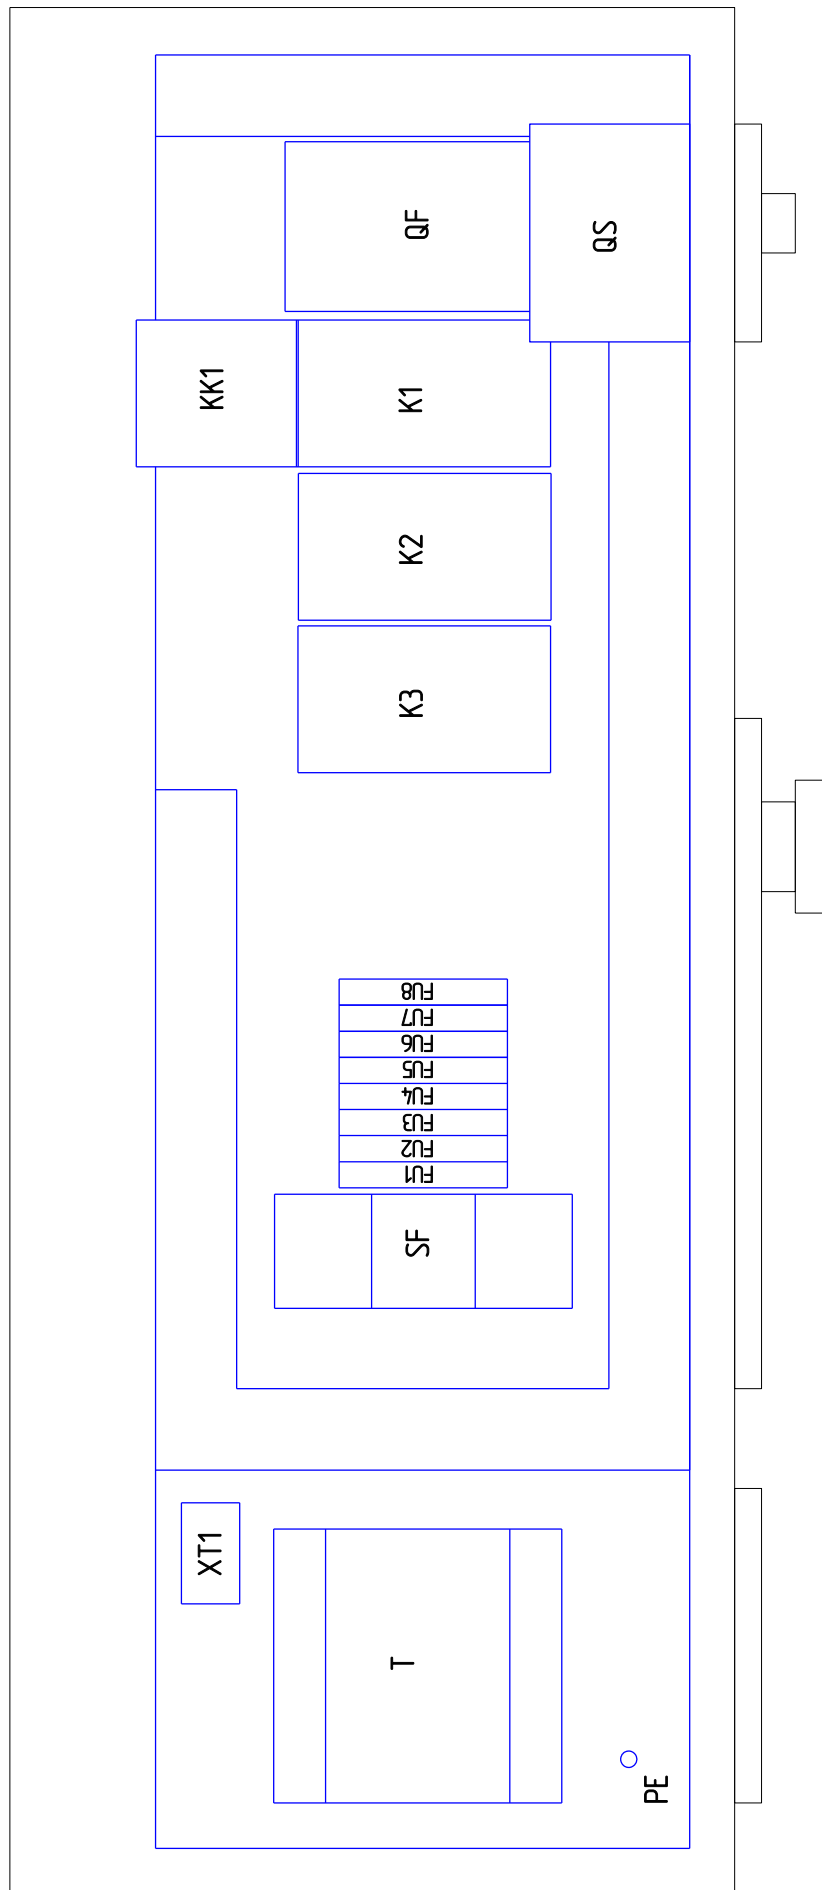

Рисунок 6
В нормальном рабочем режиме потребление воздуха происходит при подключении пневмомагистрали потребителя к крану к1 осушителя (см. рисунок 6). Краны к1 и к2 открыты, кран к3 закрыт.
- 4) Плавкие предохранители FU1- FU8 - (см. рисунок 6) защита цепей управления и сигнализации;